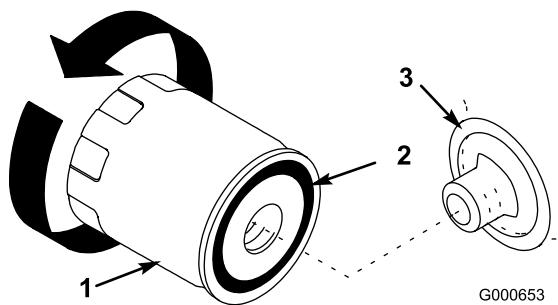

**Figura 20**
3. Coloque un extremo de una manguera en la válvula de vaciado y el otro extremo en un recipiente (Figura 20).
4. Abra la válvula de vaciado girándola en el sentido contrario a las agujas del reloj, tirando hacia fuera mientras la gira (Figura 20).